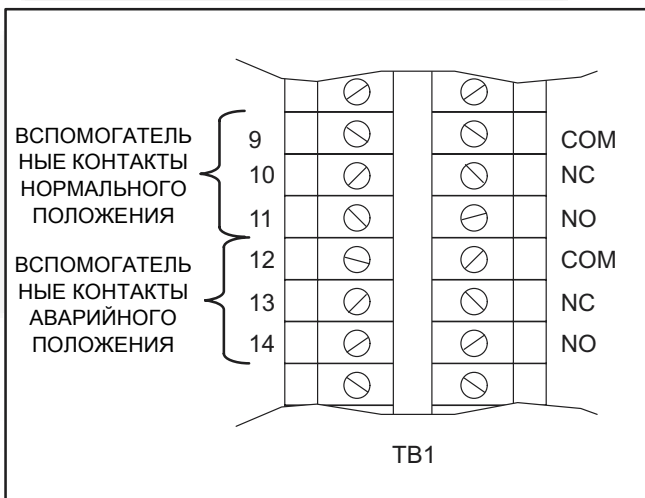

РИС. 7-7. КЛЕММНЫЙ БЛОК ТВ1
Со стороны нормального питания (от сети) и со стороны аварийного питания (от генераторной установки) имеются вспомогательные контакты для внешней сигнализации или цепей управления. Соединения для вспомогательных контактов могут быть выполнены на клеммном блоке ТВ1 (рис. 7-7). Вспомогательные контакты рассчитаны на ток 5 А при 250 В переменного тока. На рис. 7-7 показаны вспомогательные контакты, нормально открытые (NO) и нормально закрытые (NC) при нейтральном положении безобрывного переключателя. Перевод безобрывного переключателя в нормальное или аварийное положения возбуждает соответствующие вспомогательные контакты.